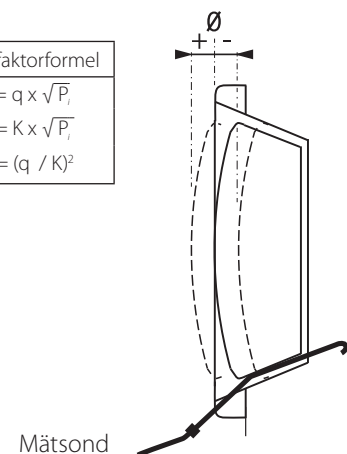

Bild 1. Injustering med mätsond.
- ⚠ Beakta ventilkägglans läge. Käglan utgår ifrån ett 0-läge och kan ställas inom ett max (+) / min (-) intervall, se bild 1 samt K-faktortabell **T1**.